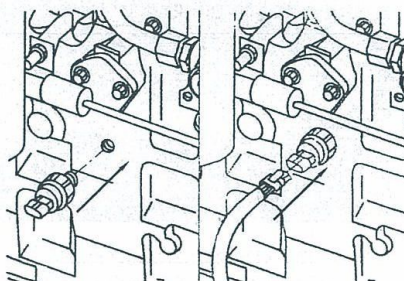

图 1-409 安装机油压力传感器
3) 安装机油压力传感器, 见图 1-409。装入铸铁件中、拧紧力矩为 $16\text{N} \cdot \text{m}$, 装入铝合金件中, 拧紧力矩为 $10\text{N} \cdot \text{m}$ 。